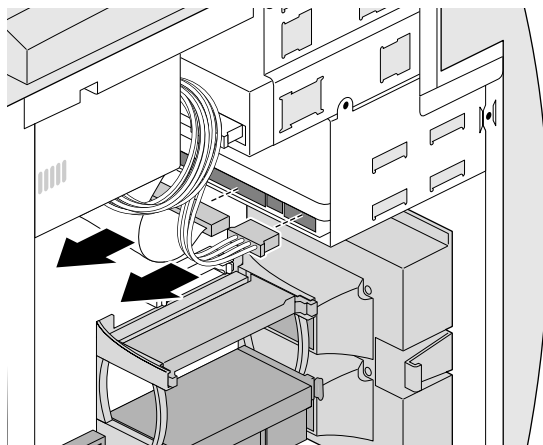

Figura 4-10 Scollegamento dei cavi da un disco rigido interno
4. Se sono installati altri dischi rigidi, scollegare i rispettivi cavi dal retro delle unità, come illustrato nella Figura 4-10.